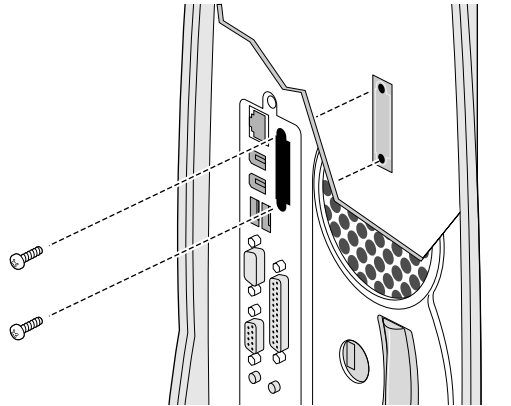

Abbildung 5-5 Entfernen der Blende vom Monitor-Anschlußschacht
4. Entfernen Sie auf der Rückseite des Systems die Blende vom Monitor-Anschlußschacht wie in Abbildung 5-5.